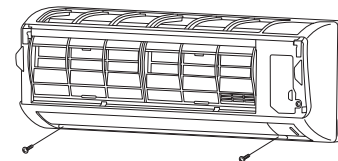
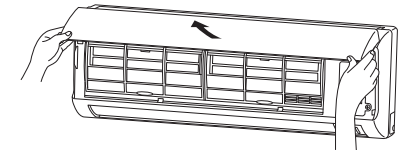

Abb. 3-41
Abb. 3-44
- (2) Die zwei Schrauben entfernen. (Abb. 3-41)
- (2) Die Laschen einrasten lassen, um Gitter und Rahmen fest miteinander zu verbinden.
- (3) Das Gitter mit den zwei zuvor entfernten Schrauben befestigen. (Abb. 3-41)
- (4) Das Lufteinlassgitter installieren.
- (a) Die Kante des Lufteinlassgitters an der oberen Seite der Inneneinheit hineingleiten lassen und dann bis zum Anschlag hineindrücken. (Abb. 3-44)